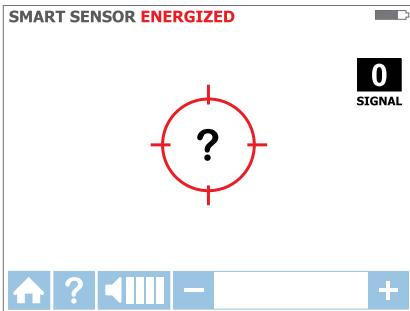

Figura 3.1c
- Tenere il ricevitore con il sensore Smart sul retro dell'unità di fronte alla zona di destinazione. Se sullo schermo lampeggia un "?" in un bersaglio rosso, significa che non è rilevato alcun segnale. Spostare il sensore Smart più vicino alla zona di destinazione fino a quando il segnale è rilevato e si vede una freccia direzionale. Se non è rilevato alcun segnale, aumentare la sensibilità utilizzando il tasto "+" del ricevitore. (Vedi Figura 3.1c)\*